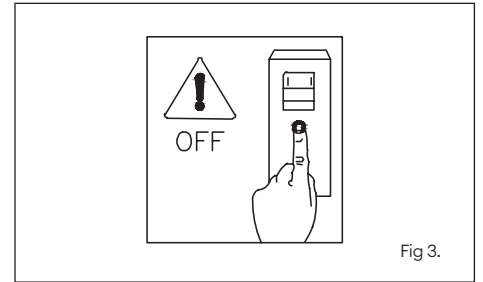

Fig 3.
2. Isolate the mains supply prior to wiring (Fig 3).
2. Isolez l'alimentation secteur avant de procéder au câblage (Fig. 3).
2. Isolare l'alimentazione di rete prima del cablaggio (Fig. 3).